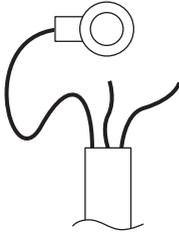

図3
3. アース線に M4 の丸端子を圧着し、接地端子のネジで締め付けてください。(図3参照)